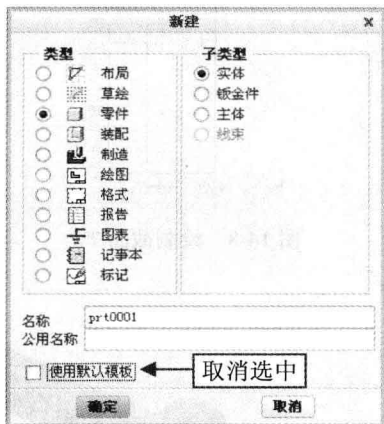

图 14-2 “新建”对话框
Step 01 按【Ctrl+N】组合键,弹出“新建”对话框,在“类型”选项区中选中“零件”单选按钮,取消选中“使用默认模板”复选框,如图 14-2 所示。